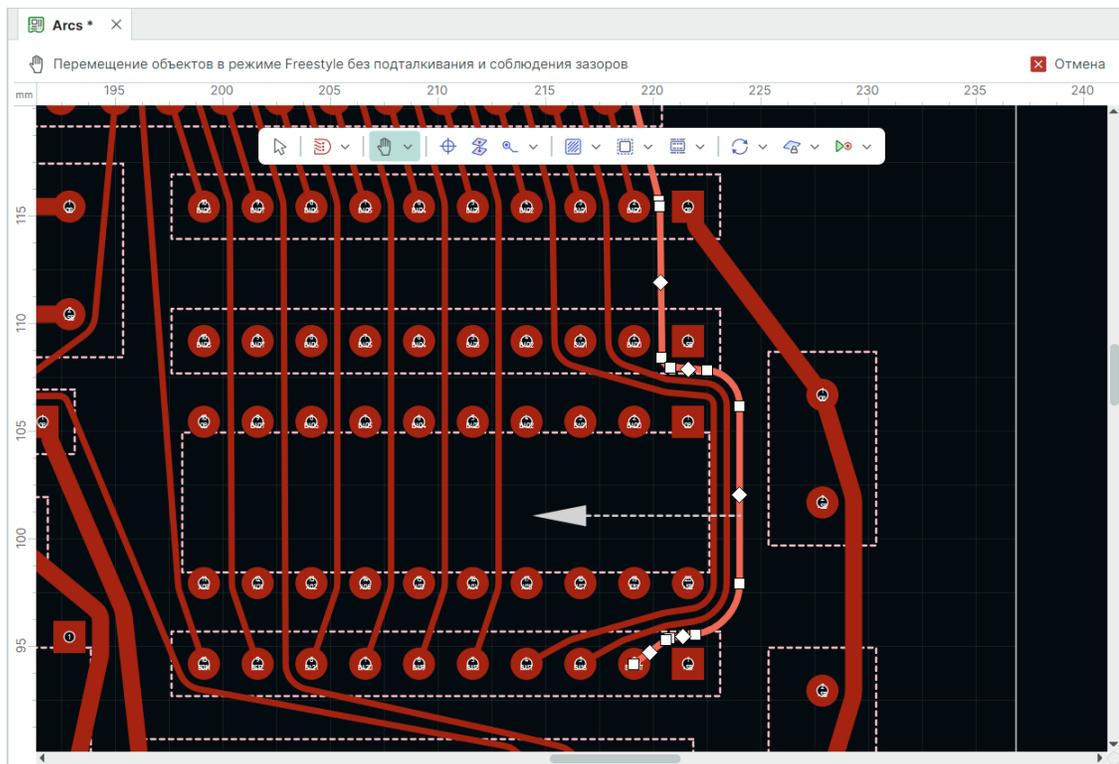

Рис. 406 Определение вектора перемещения проводника в режиме Freestyle
1.2. Выберите точку на проводнике и направление вектора перемещения, см. Рис. 406.